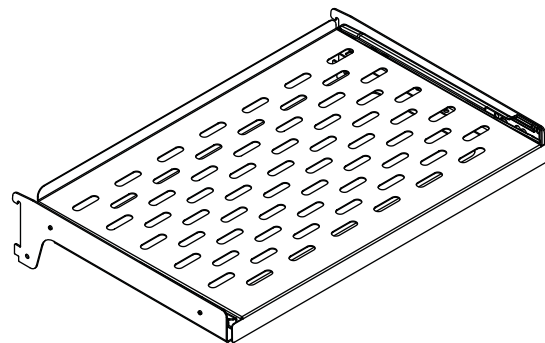

Figura 16
- (1) estantes deslizables perforados de acero inoxidable (vea la Figura 16).